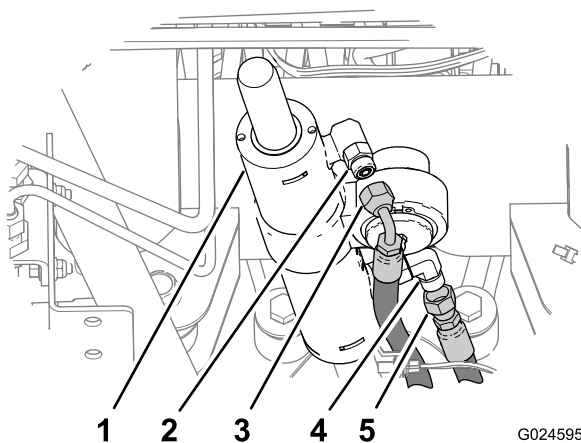

Figura 20
2. Desconecte la manguera de retracción del acoplamiento hidráulico de 90° del orificio de retracción del cilindro de dirección (Figura 20).
3. Desconecte la manguera de extensión del acoplamiento hidráulico recto situado en el orificio de extensión del cilindro de dirección (Figura 20).
1. Conecte la manguera de retracción al acoplamiento hidráulico de 90° del orificio de retracción del cilindro de dirección (Figura 20 y Figura 24).
2. Conecte la manguera de extensión al acoplamiento hidráulico recto del orificio de extensión del cilindro de dirección (Figura 20 y Figura 24).